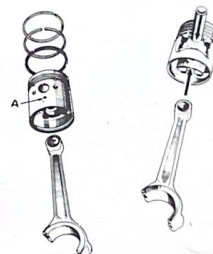

Fig. 1.41. Posición correcta de colocar el pistón en la biela.
e) Colocar la biela, de forma que el agujero (fig. 1.41) que el pistón lleva bajo el alojamiento de bulón, quede hacia la caja de cambios y la parte cortada en oblicuo de la cabeza de biela orientada hacia el árbol de levas y con las marcas al lado opuesto.